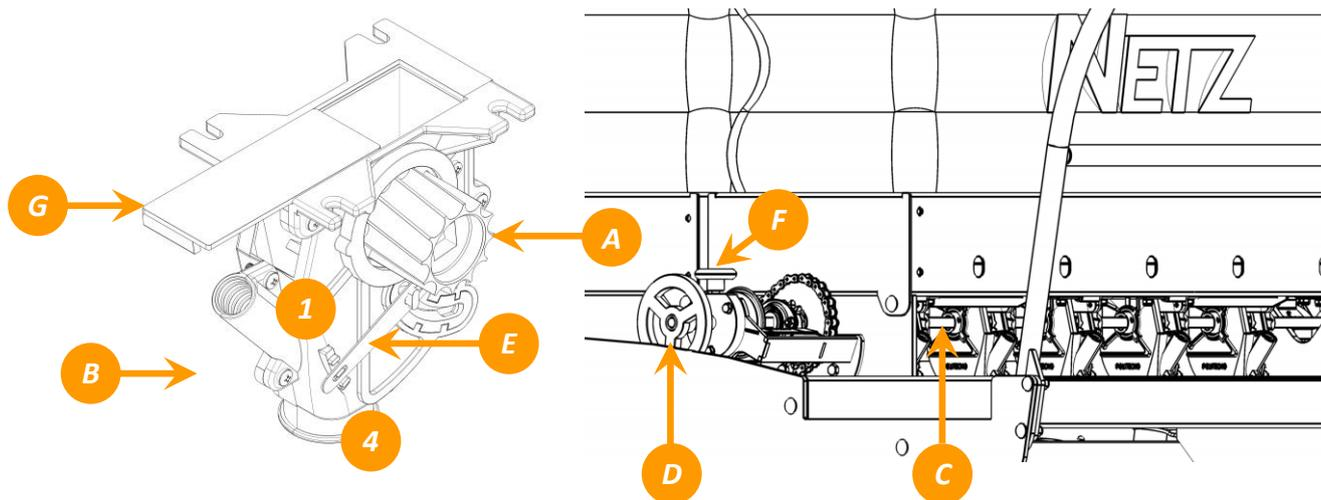

Figura 10 - Dosador de sementes
A distribuição de sementes é realizada por um rotor acanalado (A) (figura 10), montado em uma caixa distribuidora (B), o qual é acionado por um eixo quadrado (C), com a possibilidade de deslizamento sobre esse eixo, determinando uma maior ou menor quantidade de sementes a ser distribuída.